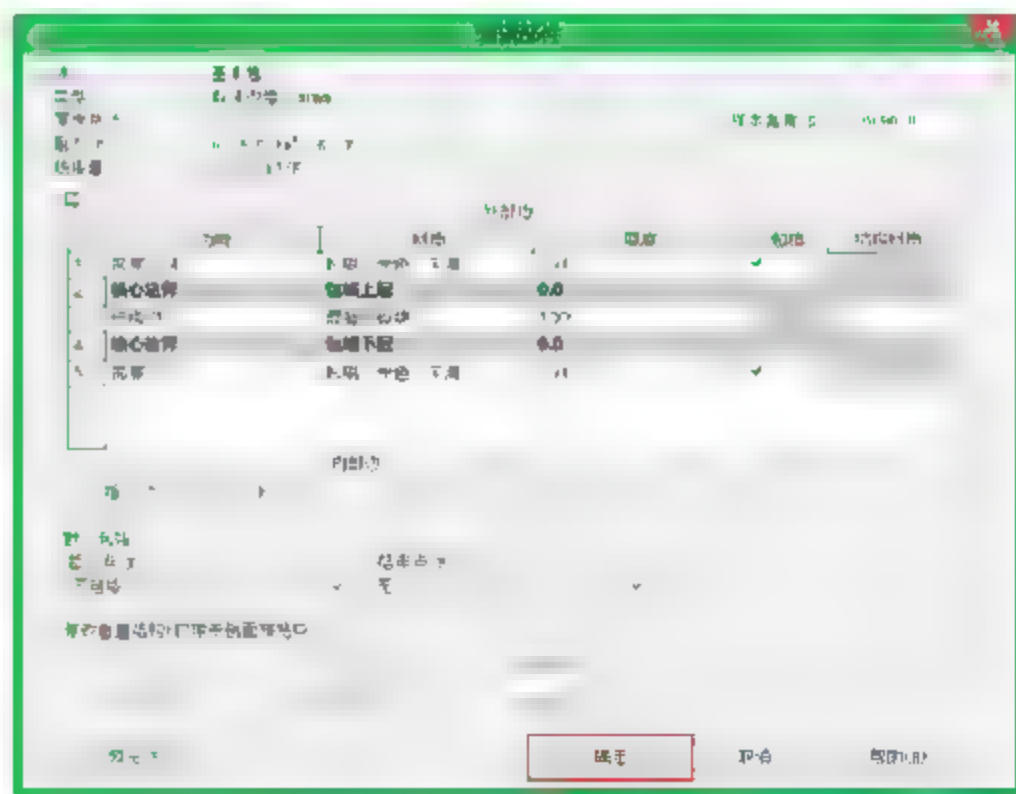

图 10.2.12 完成结构编辑
(6) 编辑“面层 2 [5]”材质。在“编辑部件”对话框中单击“面层 2 [5]”对应的“材质”单元格右上角的“浏览”按钮，在弹出的“材质浏览器”对话框中，选择“AEC 材质”→“其他”→“粉刷，米色，平滑”选项，将其填充图案改为“松散-砂浆/粉刷”，单击“确定”按钮返回“编辑部件”对话框。然后在“编辑部件”对话框中将其对应的厚度改为“10mm”。
(7) 编辑“结构[1]”材质。在“编辑部件”对话框中单击“结构[1]”对应的“材质”单元格右上角的“浏览”按钮，在弹出的“材质浏览器”对话框中，选择“AEC 材质”→“砖石”→“混凝土砌块”选项，将其填充图案改为“砌体-加气砼”。单击“确定”按钮返回“编辑部件”对话框。然后将其对应的厚度改为“100mm”，最后单击“确定”按钮返回“类型属性”，如图 10.2.12 所示。